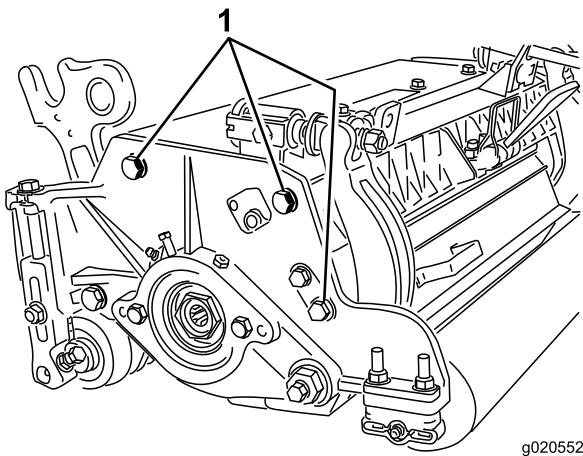

Figure 21
**Remarque:** La position du rouleau arrière par rapport au cylindre est contrôlée par les tolérances d'usinage des composants assemblés et le réglage du parallélisme n'est pas nécessaire. Un réglage limité est possible en plaçant le plateau de coupe sur un plan de travail et en desserrant les vis de fixation de la plaque latérale (Figure 21).